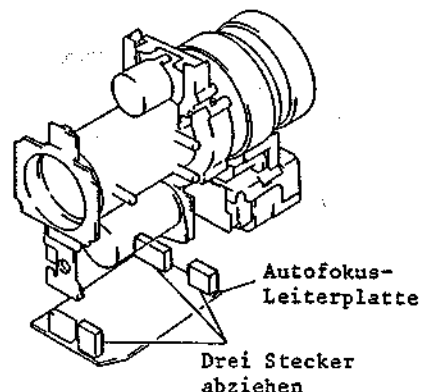

Abb. 2-103 Ausbau der Blendeneinheit
#### 4-5 Ausbau der Blendeneinheit (Abb. 2-103, 2-104, 2-105)
3. Drei (3) Stecker (CN2A, CN3A, CN4A) abziehen (siehe Abb. 2-103).